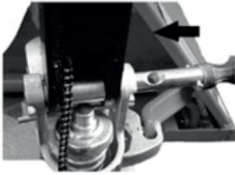

Fig. 6
- Insira o braço (1) no pistão da bomba, depois use um martelo para inserir o veio de rotação com furo na bomba hidráulica e no braço, da direita para a esquerda (Fig. 6).